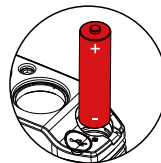

图3
- 2、把一节18650锂电池按照正负极指示装入电池仓中，如图3所示。请务必按照正负极装入电池，否则可能会因短路造成机器损坏。